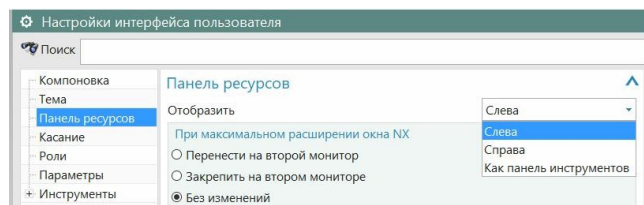

Рис.14
- Кстати, расположение панели ресурсов **в левой** части экрана не обязательно. По вашему желанию вы сможете перенести эту панель и в правую часть экрана. Для этого нужно: в падающем меню *Настройки \ Интерфейс пользователя \ раздел Панель ресурсов* (рис.14) выбрать соответствующую опцию.